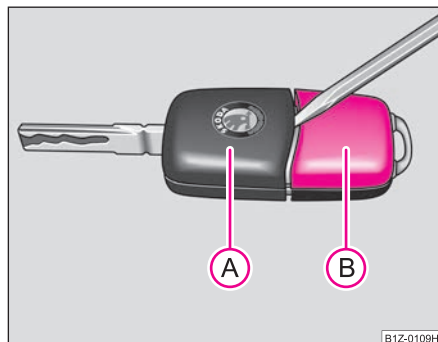

Fig. 24 Desfacerea cheii cu telecomandă
Fiecare cheie cu semnal are în componență o baterie, care se găsește în capacul (B) al carcasei emițătorului ⇒ fig. 24. Vă
- Desprindeți cheia (A) ⇒ fig. 24 cu ajutorul unei șurubelnițe subțiri de carcasa (B).